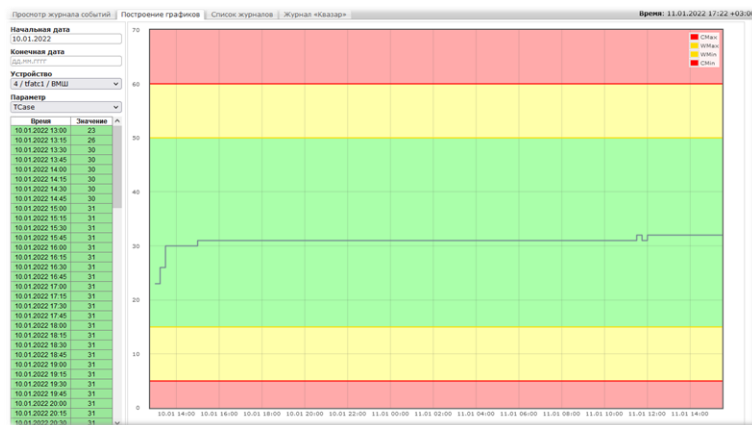

Рисунок 33 – Вид графика изменения выбранного параметра за указанный период времени
– после этого будет построен график и отобразятся данные по выбранному параметру в табличном виде (см. Рисунок 33).